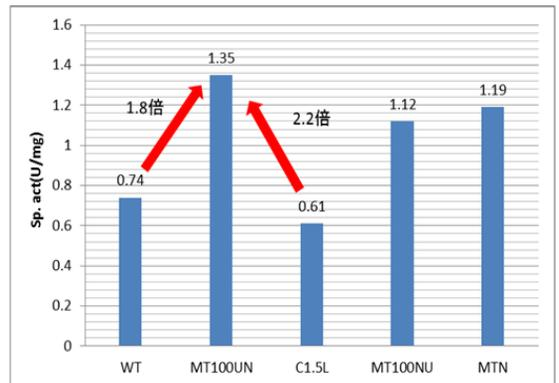

図2 セルラーゼの糖化比活性
- UV照射や亜硝酸浸漬及びその組み合わせによる変異処理をした菌体培養液を希釈培養し、変異株を取得した(図1)。各種の変異処理をした菌株は野生株と同等の粗酵素(主にセルラーゼ)産生能を示した。各種の変異株培養によって得られるセルラーゼの糖化能を調べるため、 α -セルロースを基質として30°Cで1時間、酵素による糖化を行い、産生セルラーゼの糖化比活性を求めた(図2)。